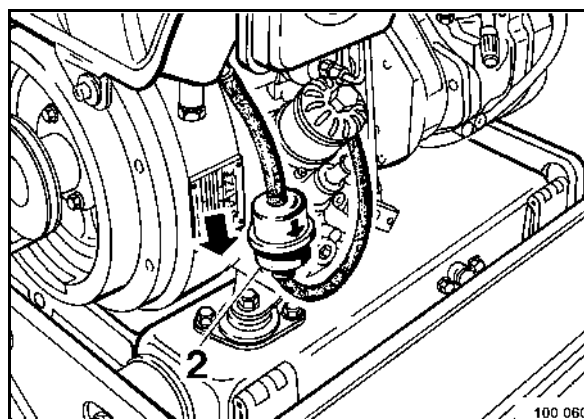

fig. 80
- Retirer le filtre (2) (fig. 80) des tuyaux supérieur et inférieur.